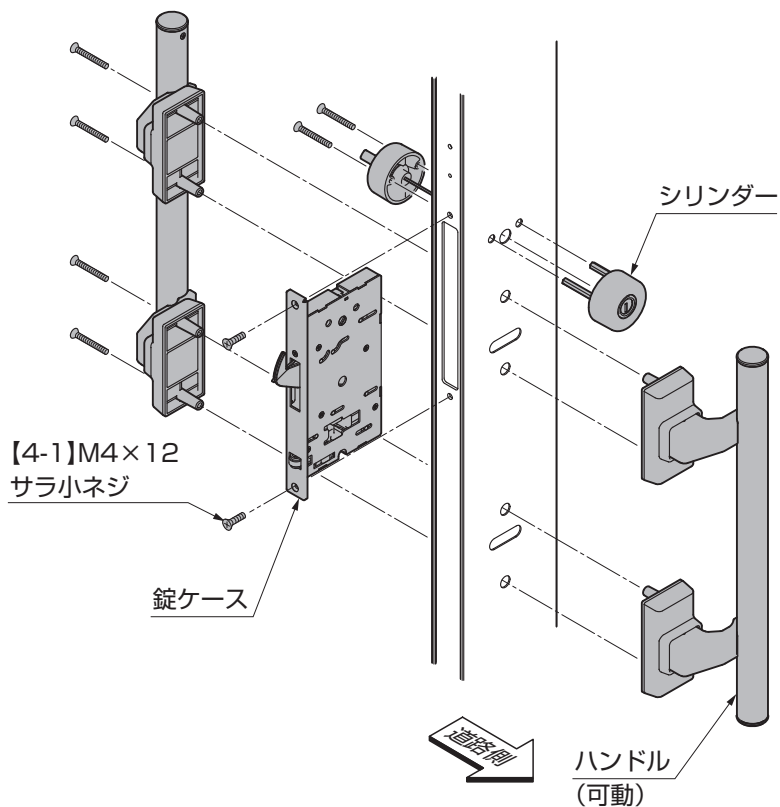

図5-1
- ①錠ケースを挿入し、ハンドル(可動)とシリンダーを固定してください。
- ②錠ケースを【4-1】で固定してください。(図5-1参照)